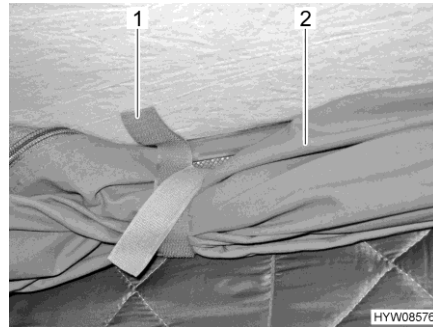

Fig. 19 Lenguetas de sujeción
- Soltar las lengüetas de sujeción (Fig. 19,1) en la lona enrollada (Fig. 19,2).
- Enrollar la lona (Fig. 19,2) y retenerla con las lengüetas de sujeción (Fig. 19,1).